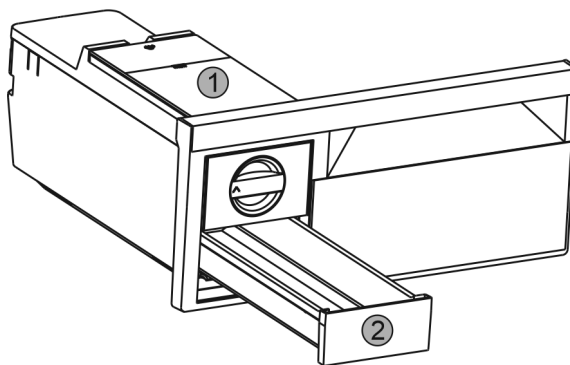

Fig. 46
- ▶ Retirar el depósito de agua Fig. 46 (1) y el cajón de cubitos de hielo Fig. 46 (2).